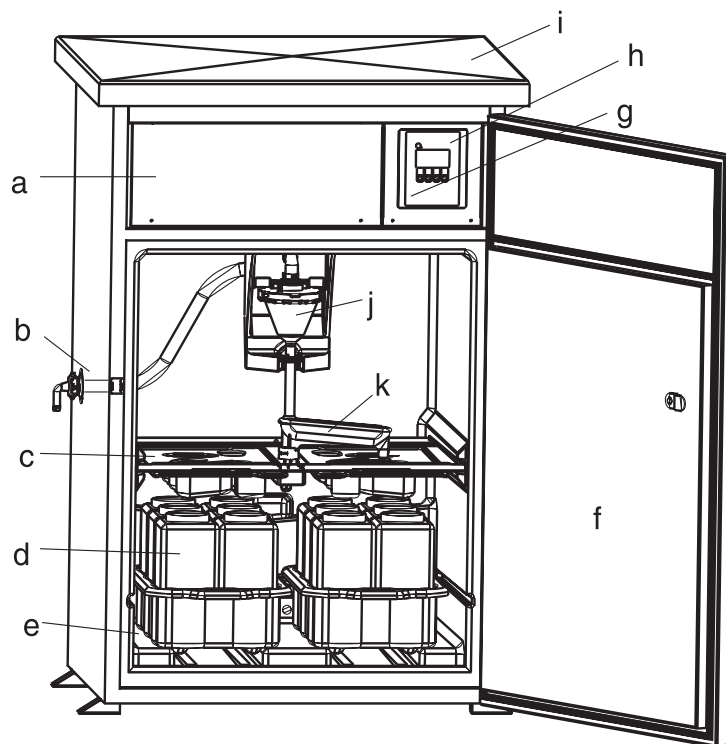

Fig. 2: ASP Station 2000 – Prospetto del montaggio
3. Avvitare il tubo di prelievo al raccordo dell'apparecchiatura (v. fig. 2, punto d).